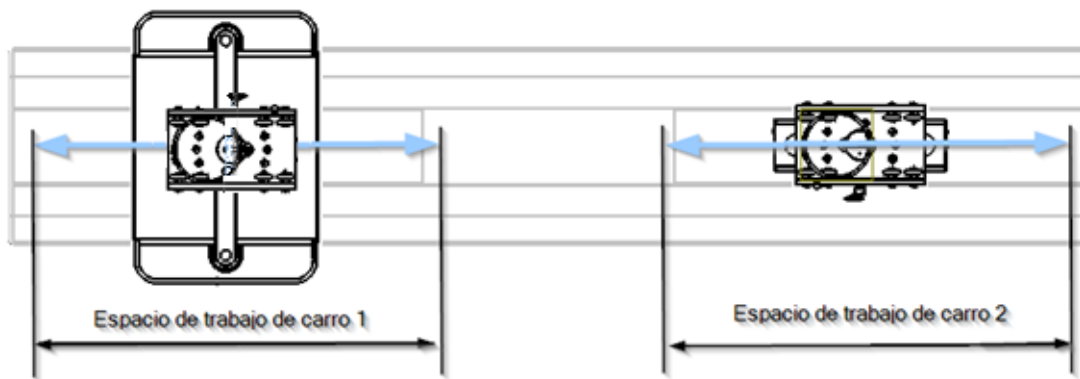

Abb. 15 Einstellung der Endlagen der Verfahrbewegung. Maximaler Hub
- Entfernen Sie die Sechskantmuttern M8 ③ und die Sicherungsscheiben S10 ④ und bewahren Sie sie an einem sicheren Ort auf.
- Setzen Sie die Gewindebolzen ② ein und verwenden Sie diese, um das Chassis des Unterbauelements am Fallrohr zu verankern, wie in Abbildung 15 links zu sehen, ohne sie vollständig festzuziehen.
- Stellen Sie sicher, dass das Gerät ausgerichtet und waagrecht steht. Ziehen Sie dann die M8-Muttern ③ aller Fallrohre mit einem Drehmoment von 20 Nm fest.
Um bequem arbeiten zu können, müssen die Kupferrohre etwa 350 mm unterhalb des Fallrohrs herausragen. An dieser Stelle müssen sie so gebogen werden, dass sie horizontal und über der Unterseite der unteren Verankerung des Fallrohrs liegen. Siehe Abbildung links in Abbildung 15.
Die Elektrokabel müssen etwa 200 mm unterhalb des Fallrohrs herausragen, um sicherzustellen, dass der Anschlussbereich (wo sich die Klemmleiste befindet) problemlos erreicht werden kann. Siehe Abbildung rechts in Abbildung 15.
Der elektrische Anschluss erfolgt immer im in Abbildung 15 angegebenen Anschlussbereich. Dieser befindet sich am Hauptkörper neben einem der Fallrohre. Alle elektrischen Schläuche sind nummeriert, um den Stromkreis zu kennzeichnen, zu dem sie gehören. Die Farbe des Kabels gibt an, ob es sich um einen Erdungs-, Neutral- oder Phasenanschluss handelt.